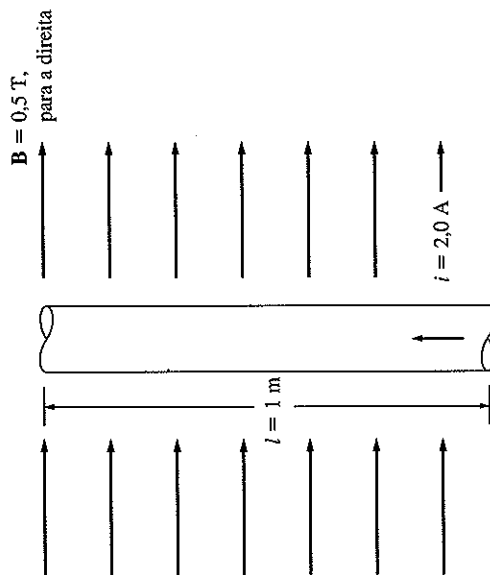

FIGURA P1-6
- 1.9 A Figura P1-6 mostra um fio que conduz 2,0 A na presença de um campo magnético. Calcule o valor e o sentido da força induzida no fio.